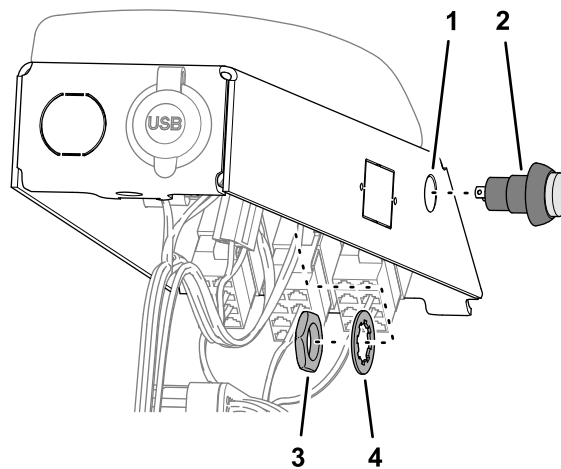

Figura 97
1. Introduzca el interruptor del botón en el orificio del panel del brazo (Figura 97).
2. Sujete el interruptor al panel con la arandela de freno y la contratuerca suministradas con el interruptor (Figura 97).